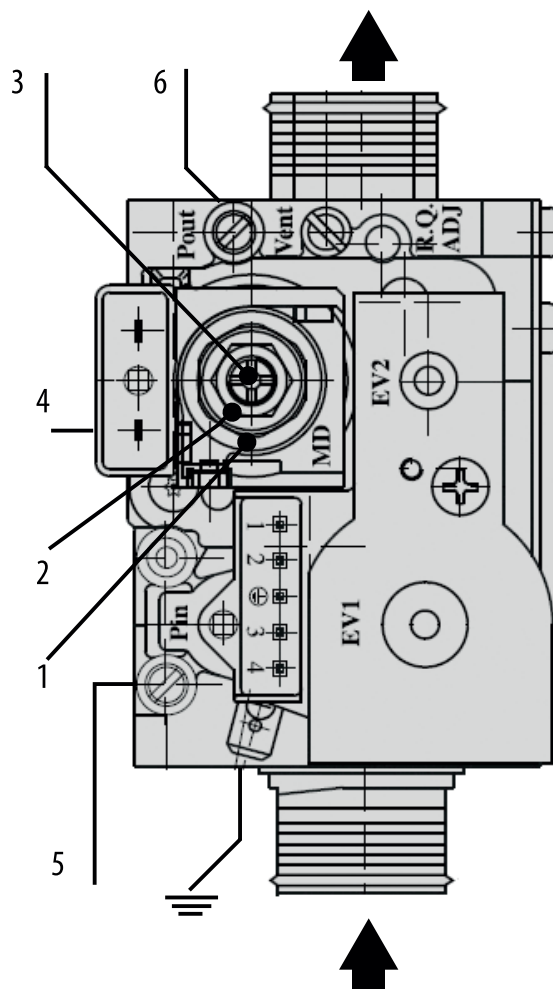

Рис. 13. Газовый клапан.
- Подключите газовый манометр к штуцеру замера давления газа «б» на выходе из газового клапана (см. рис. 13).
- Отсоедините один из проводов с клеммы модулирующей катушки газового клапана (поз. 4 – рис. 13).